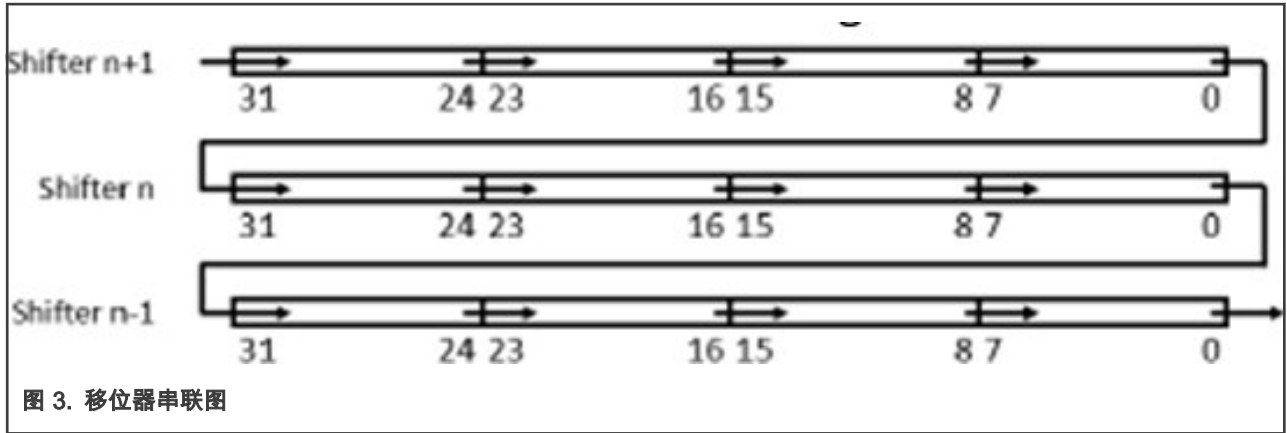

图 3. 移位器串联图
在并行传输模式下，数据从移位器的  $n$  个 LSB 移出，并从  $n$  个 MSB 移入，其中  $n$  为并行总线宽度。图 3 显示了  $n=8$  的用例。下面描述并行传输模式：
3. 将多个移位器组合在一起进行串联以支持较大的传输大小，并使用 DMA 方法访问移位缓冲寄存器以进行高速传输和低功耗操作。图 3 显示了移位器串联图，其中其他移位器用作 FIFO。